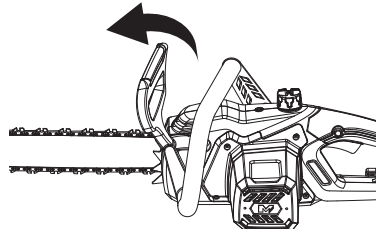
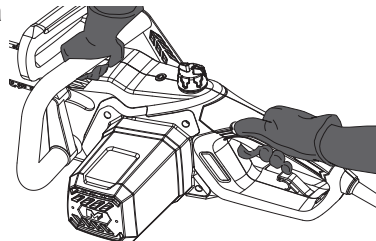

Fig. 17
Fig. 18
Freno de la cadena (2) en posición de activado; la cadena se detiene en cuanto se activa el freno (Fig. 17).
1. Asegúrese de que el freno de la cadena (2) está desacoplado. Desacople el freno de la cadena (2) tirándolo para atrás hacia la empuñadura delantera (1) (Fig. 17).
2. Coloque el producto en una superficie plana adecuada, asegúrese de que la cadena (3) no toca la superficie ni otros objetos, y conéctelo a la fuente de alimentación como se describe.
3. Agarre la empuñadura delantera (1) con la mano izquierda. El pulgar y los dedos deben rodear la empuñadura. Agarre la empuñadura trasera (12) con la mano derecha. El pulgar y los dedos deben rodear la empuñadura (Fig. 18).